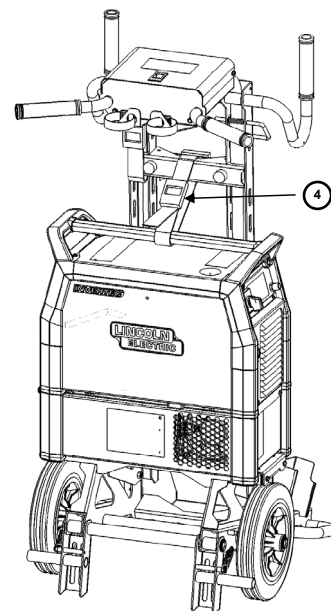

Figura 5
4. Fissare la cinghia attorno alla maniglia e al carrello per completare l'installazione. (Figura 5)